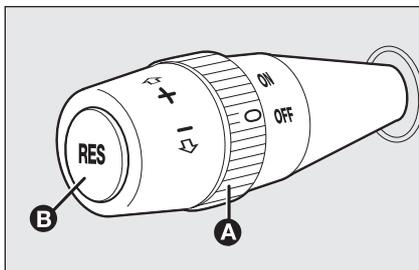

fig. 73
Tourner le sélecteur **A-fig. 73** en position **ON**.
- tourner le sélecteur **A-fig. 73** sur **ON** et appuyer sur la pédale de l'accélérateur jusqu'à atteindre la vitesse souhaitée ;
Tourner le sélecteur **A-fig. 73** sur **OFF** ou la clé de contact en position **STOP**. De plus, le dispositif se désactive automatiquement dans les cas suivants :